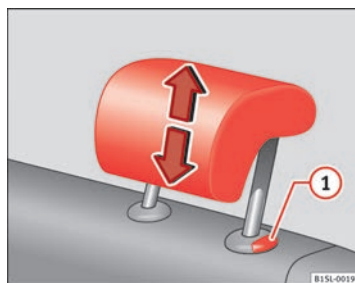

Fig. 31 Régler les appuie-tête arrière.
- Déplacez l'appuie-tête dans le sens de la flèche, vers le haut ou vers le bas, tout en appuyant sur la touche → fig. 31 ① ⇒ ⚠.